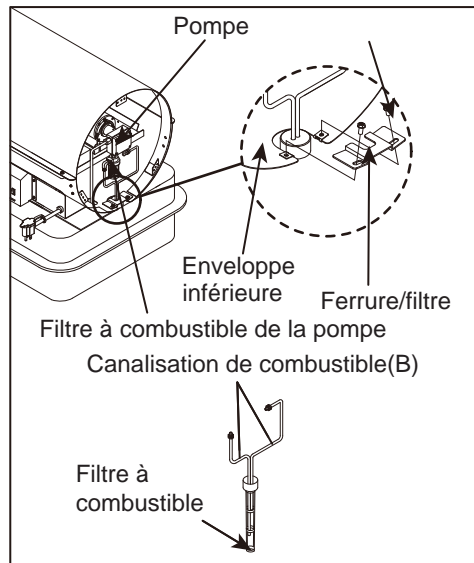

Figure 14. Déposer le filtre du réservoir à carburant
- Débrancher la canalisation de carburant (B) de la pompe et de son filtre avec une clé de 3/8 po (voir la Figure 14).
- Raccorder les canalisations de carburant (B) à la pompe et à son filtre.